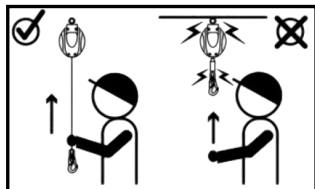

Fig. 8
- Tire del cable de seguridad continuamente. Debe ir suave. Tire rápidamente dos o tres veces y verifique si está acoplado sin deslizamiento. Si el cable no se retrae completamente de vuelta a la carcasa después del servicio, no lo suelte. De lo contrario, el cable se retraerá a alta velocidad, lo que puede dañar las partes internas del equipo. (ver Fig.8)
- Pull the safety cable continuously. It should run smoothly. Pull it quickly two or three times and check that it engages without slipping. If the cable does not retract fully back into the housing after use, do not release it. Otherwise, the cable will retract at high speed, which may damage the internal parts of the equipment. (see Fig. 8)